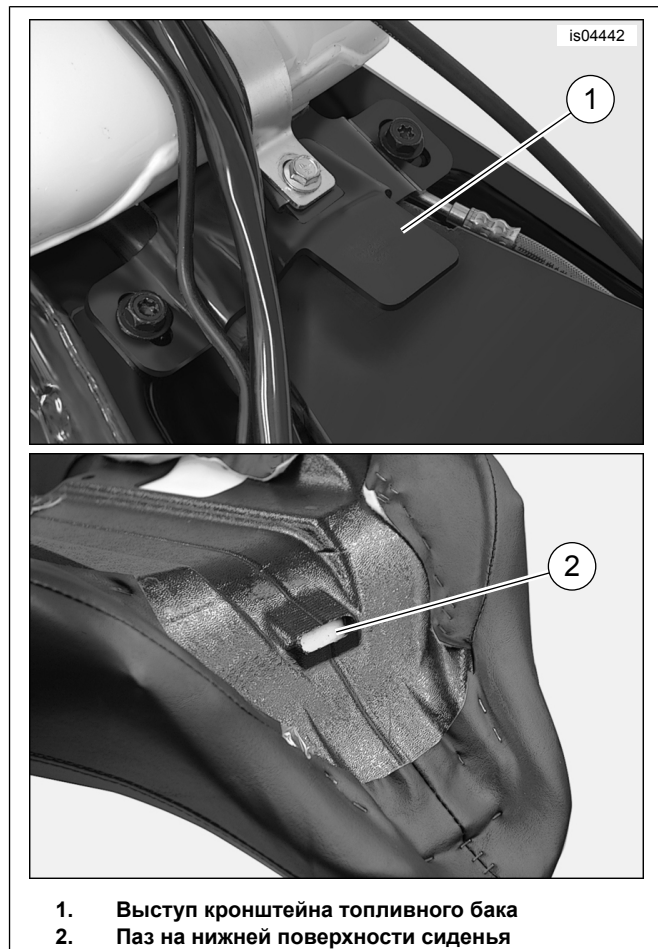

Рисунок 7. Передняя монтажная проушина сиденья
2. См. рис. 7. Продвиньте спереди заднюю часть сиденья через ремешок пассажирского сиденья, чтобы паз (2) на передней нижней поверхности сиденья оказался за монтажным выступом сиденья (1) на заднем кронштейне топливного бака.
1. См. рис. 7. Установите сиденье так, чтобы паз (2) на передней нижней поверхности сиденья оказался за монтажным выступом сиденья (1) на заднем кронштейне топливного бака.
- См. рис. 7. Установите сиденье так, чтобы паз (2) на передней нижней поверхности сиденья оказался за монтажным выступом сиденья (1) на заднем кронштейне топливного бака.